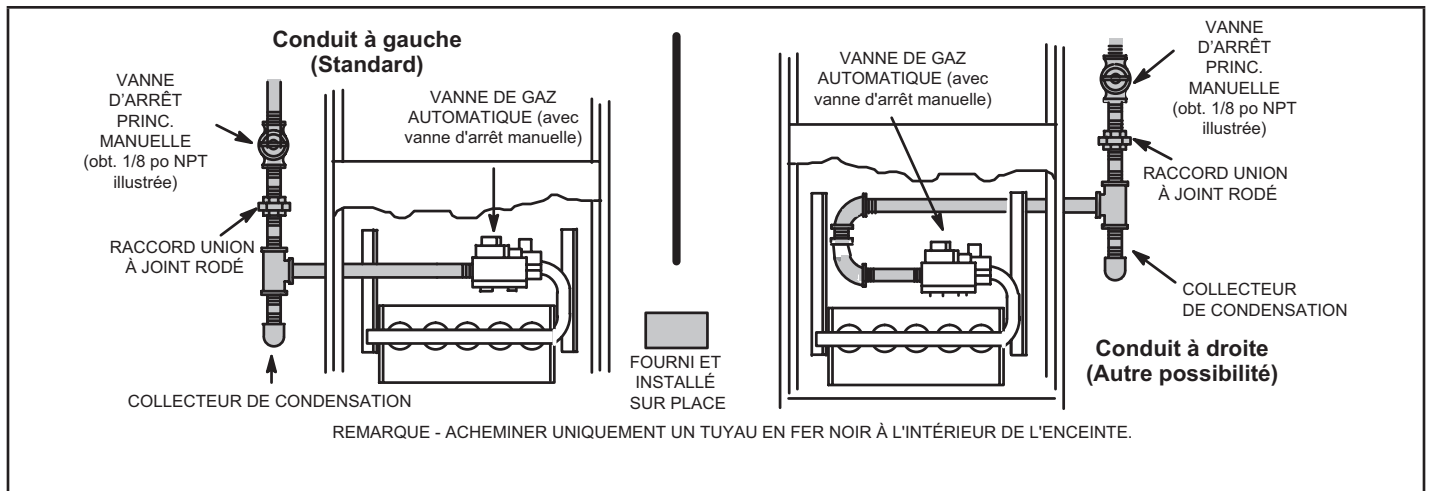

FIGURE 51
- 1 - La canalisation de gaz peut pénétrer dans l'appareil par le côté droit ou le côté gauche. La canalisation d'alimentation entre dans la vanne de gaz par le côté, de la façon illustrée à la FIGURE 51. Connecter la conduite de gaz sur la vanne de gaz. La canalisation de gaz doit être serrée à à un couple minimum de 350 livres et un maximum de 800 livres sur la vanne de gaz.
- 3 - La canalisation de gaz ne doit pas traverser les conduits d'air, les chutes à linge sale, les cheminées ou conduits d'évacuation des gaz, les monte-plats ou les cages d'ascenseur. Centrer la canalisation de gaz dans l'ouverture. La canalisation de gaz ne doit pas toucher le côté de l'unité. Voir la FIGURE 51.